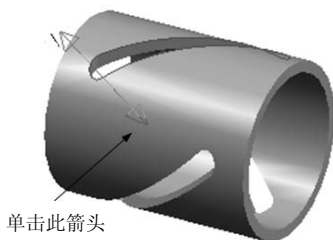

图 4-35 拾取的加工侧边
2) 单击选择方向后，系统提示“选取加工侧边”，直接单击指向圆柱表面的箭头，如图 4-35 所示。